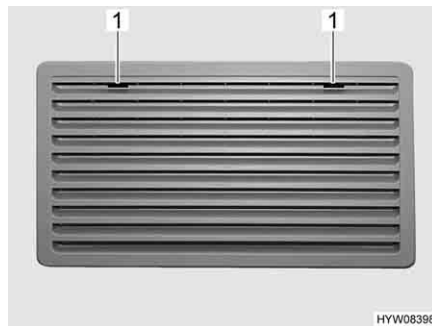
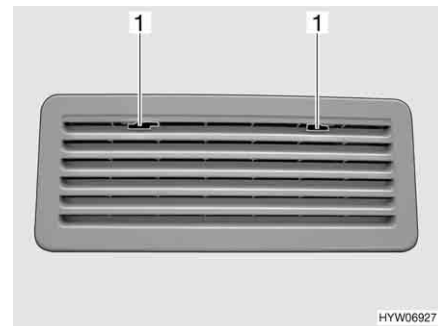

Bild 228 Kühlschrank-Lüftungsgitter (Thetford groß)
Bild 229 Kühlschrank-Lüftungsgitter (Thetford klein)
- Arretierung (Bild 228,1 oder Bild 229,1) zur Mitte schieben.